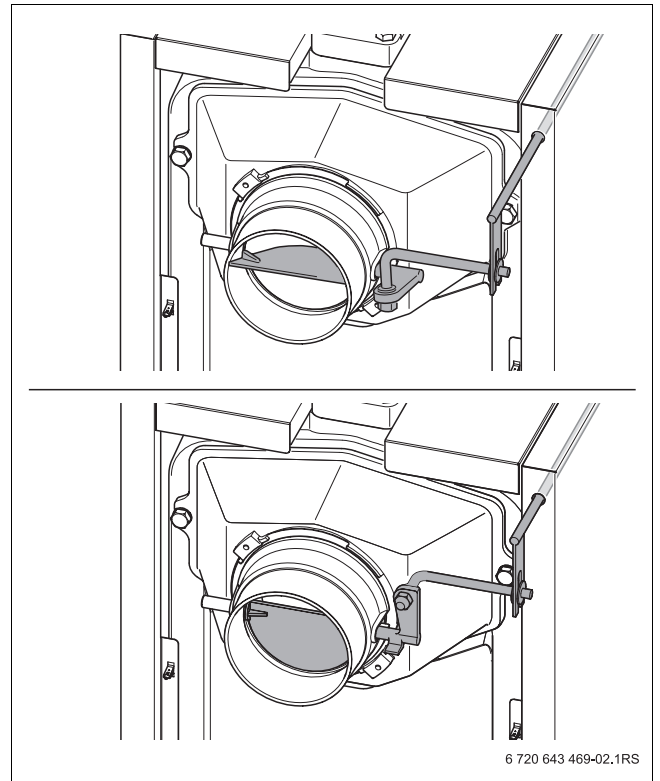

Рис. 8 Дымовая заслонка (вверху открыта; внизу закрыта)
- ▶ Чтобы предотвратить потери тепла в дымовой трубе, по возможности в зависимости от тяги прикройте дымовую заслонку (→ рис. 8, нижний).
Если дымовые газы выходят плохо (недостаточная тяга), то снова откройте дымовую заслонку (→ рис. 8, верхний).
- ▶ Откройте дымовую заслонку для снижения выхода дыма в помещение при загрузке топлива (→ рис. 8, верхний).
- ▶ Закройте загрузочную дверцу [1] и дымовую заслонку (→ рис. 8, стр. 15).